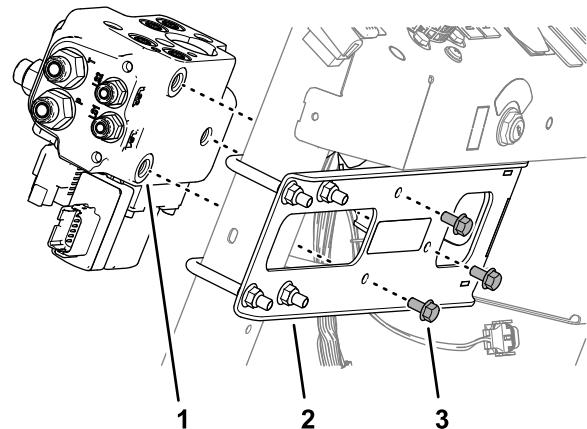

Figura 81
1. Alinhe os orifícios do corpo da válvula de direção EHI com os orifícios da base do coletor (Figura 81).
2. Prenda a válvula à base (Figura 81) com 3 parafusos de cabeça flangeada (8 x 16 mm).